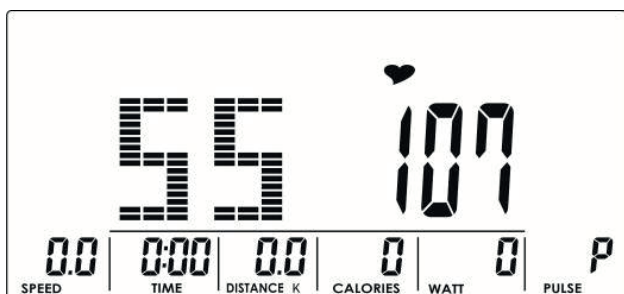
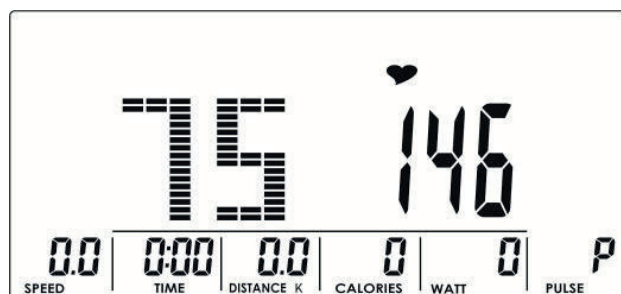
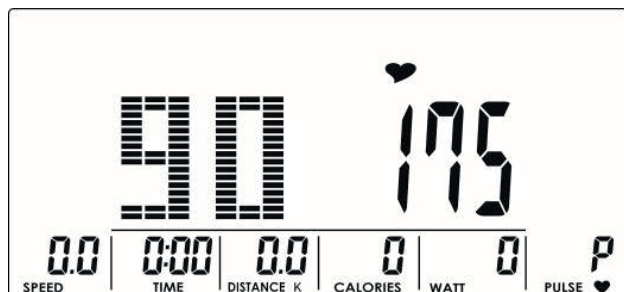
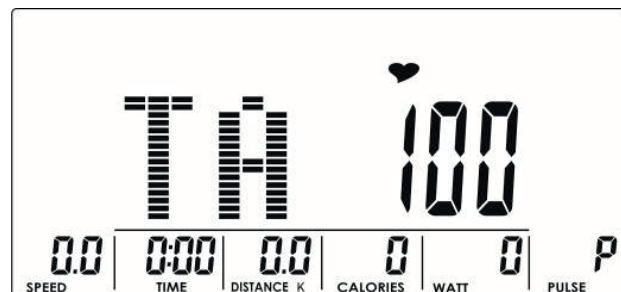

Abbildung 11
Abbildung 12
Abbildung 13
Abbildung 14
2. Wählen Sie 55 % (Abb. 11), 75 % (Abb. 12), 90 % (Abb. 13) oder TAG (Zielherzfrequenz, Vorgabewert: 100) (Abb. 14) mit dem Drehrad und bestätigen Sie mit MODE. Wenn Sie TAG ausgewählt haben, geben Sie jetzt einen Wert von 30 bis 230 mit dem Drehrad ein und bestätigen Sie mit MODE.